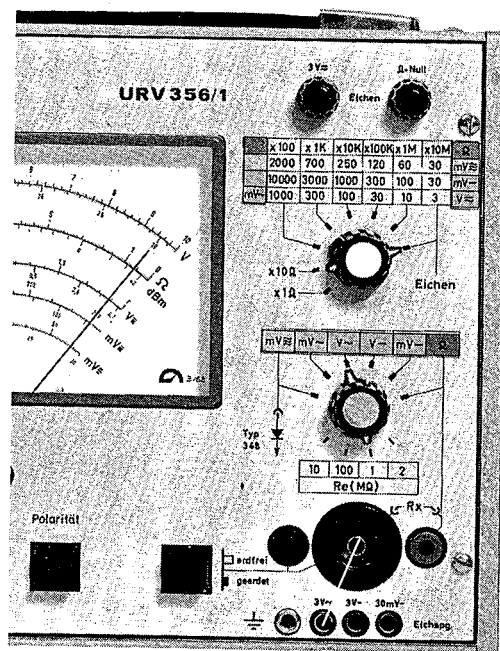

Bild 9
Da das Gerät einen stark gegengekoppelten Wechselspannungsverstärker enthält, sind die Unstabilitäten des elektrischen Nullpunktes zu vernachlässigen. Als Hauptabgleich, der kurz vor jeder wichtigen Messung kontrolliert werden sollte, ist hier lediglich eine Verstärkungskontrolle (ähnlich der Eichkontrolle in Nordmende-Oszillographen) erforderlich. Entsprechend der Einstellung in Bild 9 wird hierzu der Zeigerausschlag auf die rote Marke der Skala mittels Regler 14 korrigiert.
Schalterstellung: siehe Bild 9
a) Hauptabgleich 3 V ~ kontrollieren (Bild 9)
- Hauptabgleich 3 V \sim kontrollieren (Bild 9)